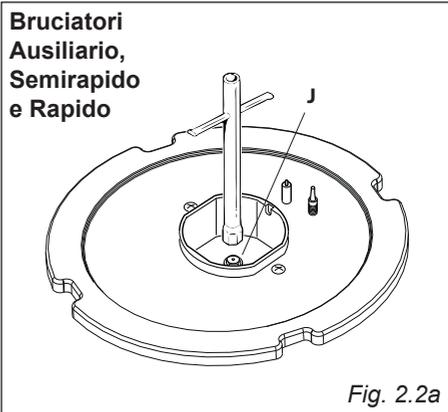

Fig. 2.2a
- Con una chiave fissa sostituire gli ugelli "J" (fig. 2.2a, 2.2b) con quelli idonei per il gas da utilizzare.